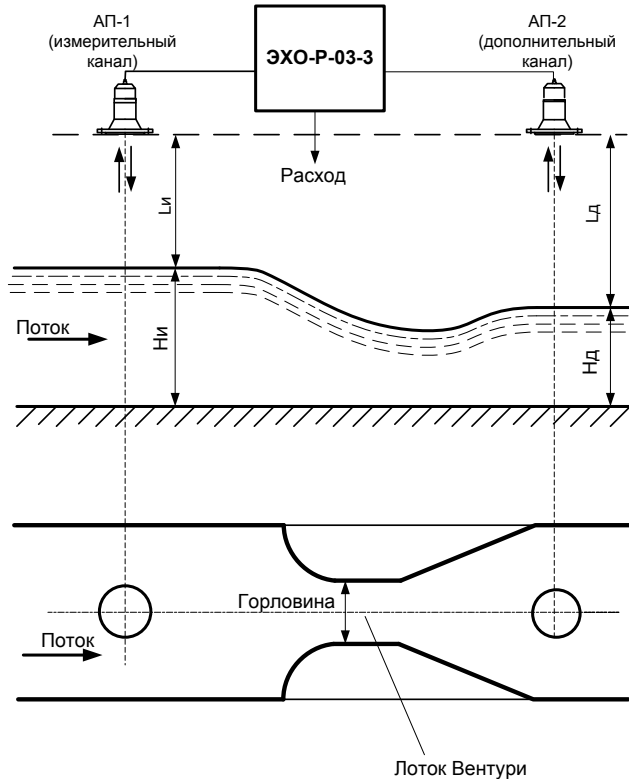
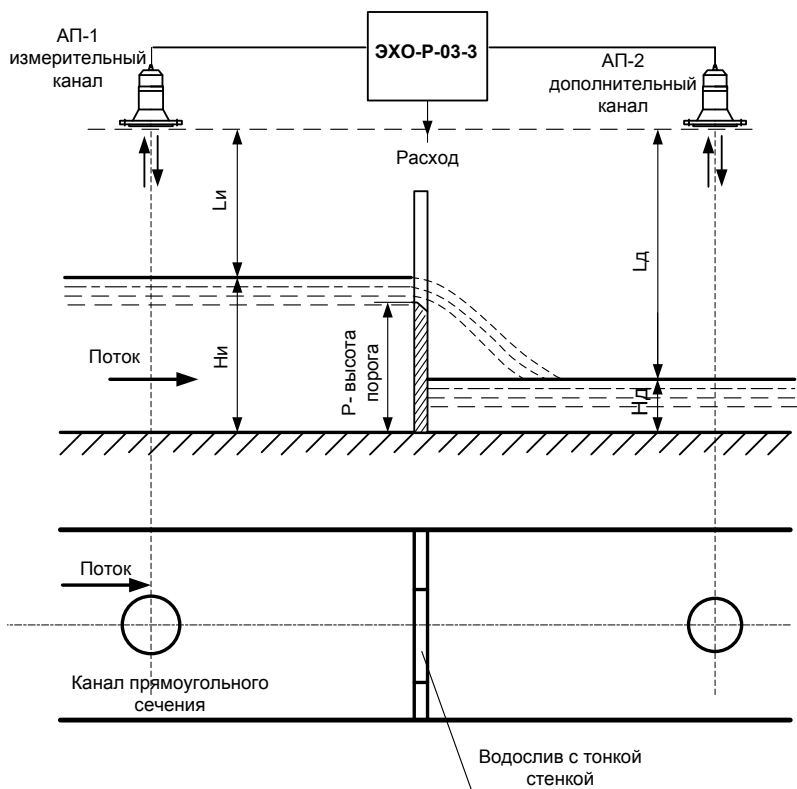

Рис.1
Рис. 2
Расходомер с интегратором акустический ЭХО-Р-03-3 (далее расходомер) предназначен для измерений объемного расхода и суммарного объема (количества) жидкости, в том числе сточных вод, в открытых каналах шириной не менее 100 мм, оборудованных измерительными лотками, при свободном и затопленном истечении потока (рис. 1, рис.2).
5.1. Принцип действия расходомера основан на акустической локации уровня жидкости, протекающей в водоводе, перед лотком или водосливом, пересчете его в мгновенное значение расхода по заданной зависимости расход/уровень для данного водовода с учетом поправочного коэффициента при возникновении затопления, которое определяется отношением уровней жидкости, измеренных перед лотком (водосливом) N_i и после него N_d , с последующим интегрированием (рис. 1, рис. 2).